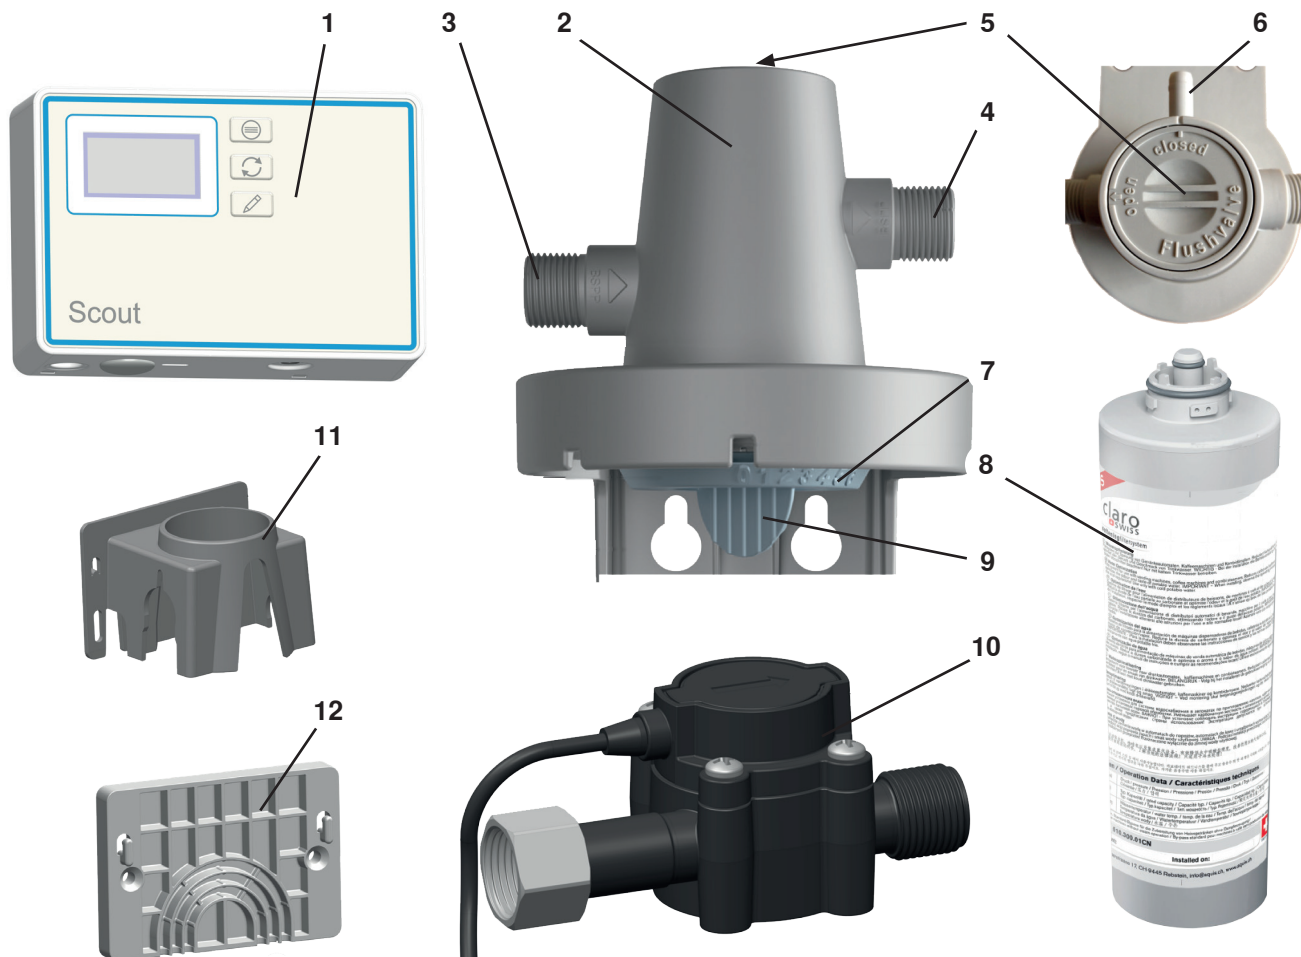

図 1
- 1 POWER steamer軟水器用流量計 (1、10、11、12項、図1)
⇒ アダプター(3/4" - 3/8")を1個、センサーユニットの接続部にねじ込みます (10、図1)。